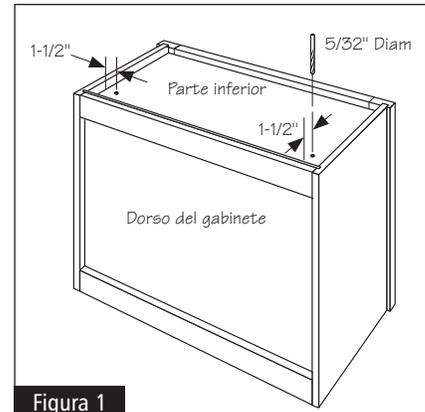

Figura 1
**1** Perfore 2 agujeros de 5/32" a través de la parte inferior del gabinete a una profundidad de 1-1/2" a cada lado del gabinete y también en la parte posterior. Vea la figura 1.